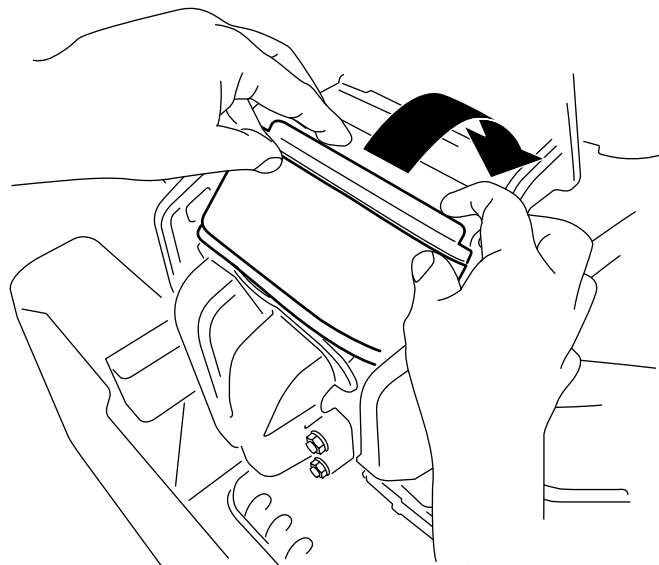

Figura 46
3. Ruotate il filtro nella camera e innestatelo completamente contro il collettore (Figura 46).